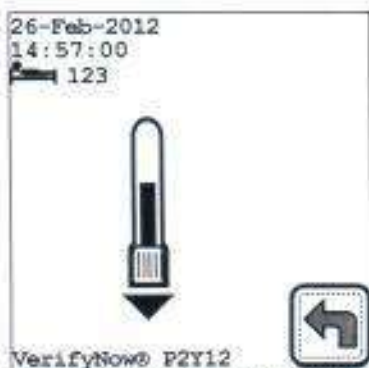

Figura 4-1 Menú principal
1. Encienda el instrumento utilizando el interruptor de encendido en el panel trasero ("I" indica que está encendido). El instrumento se encenderá y realizará una rutina de autoanálisis que durará aproximadamente 30 segundos. Después de que se complete el autoanálisis, se mostrará la pantalla de inicio. Pulse la tecla Siguiente (Next)  para avanzar al menú principal (Figura 4-1). Permita que el instrumento se caliente al menos durante 15 minutos antes del uso.